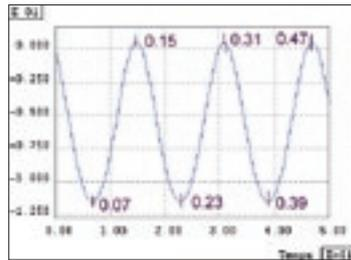

Figure 5. Les limites ▶
- Relever sur le graphe les temps limitant les phases montantes (recherche maxi et mini) voir figure 5.